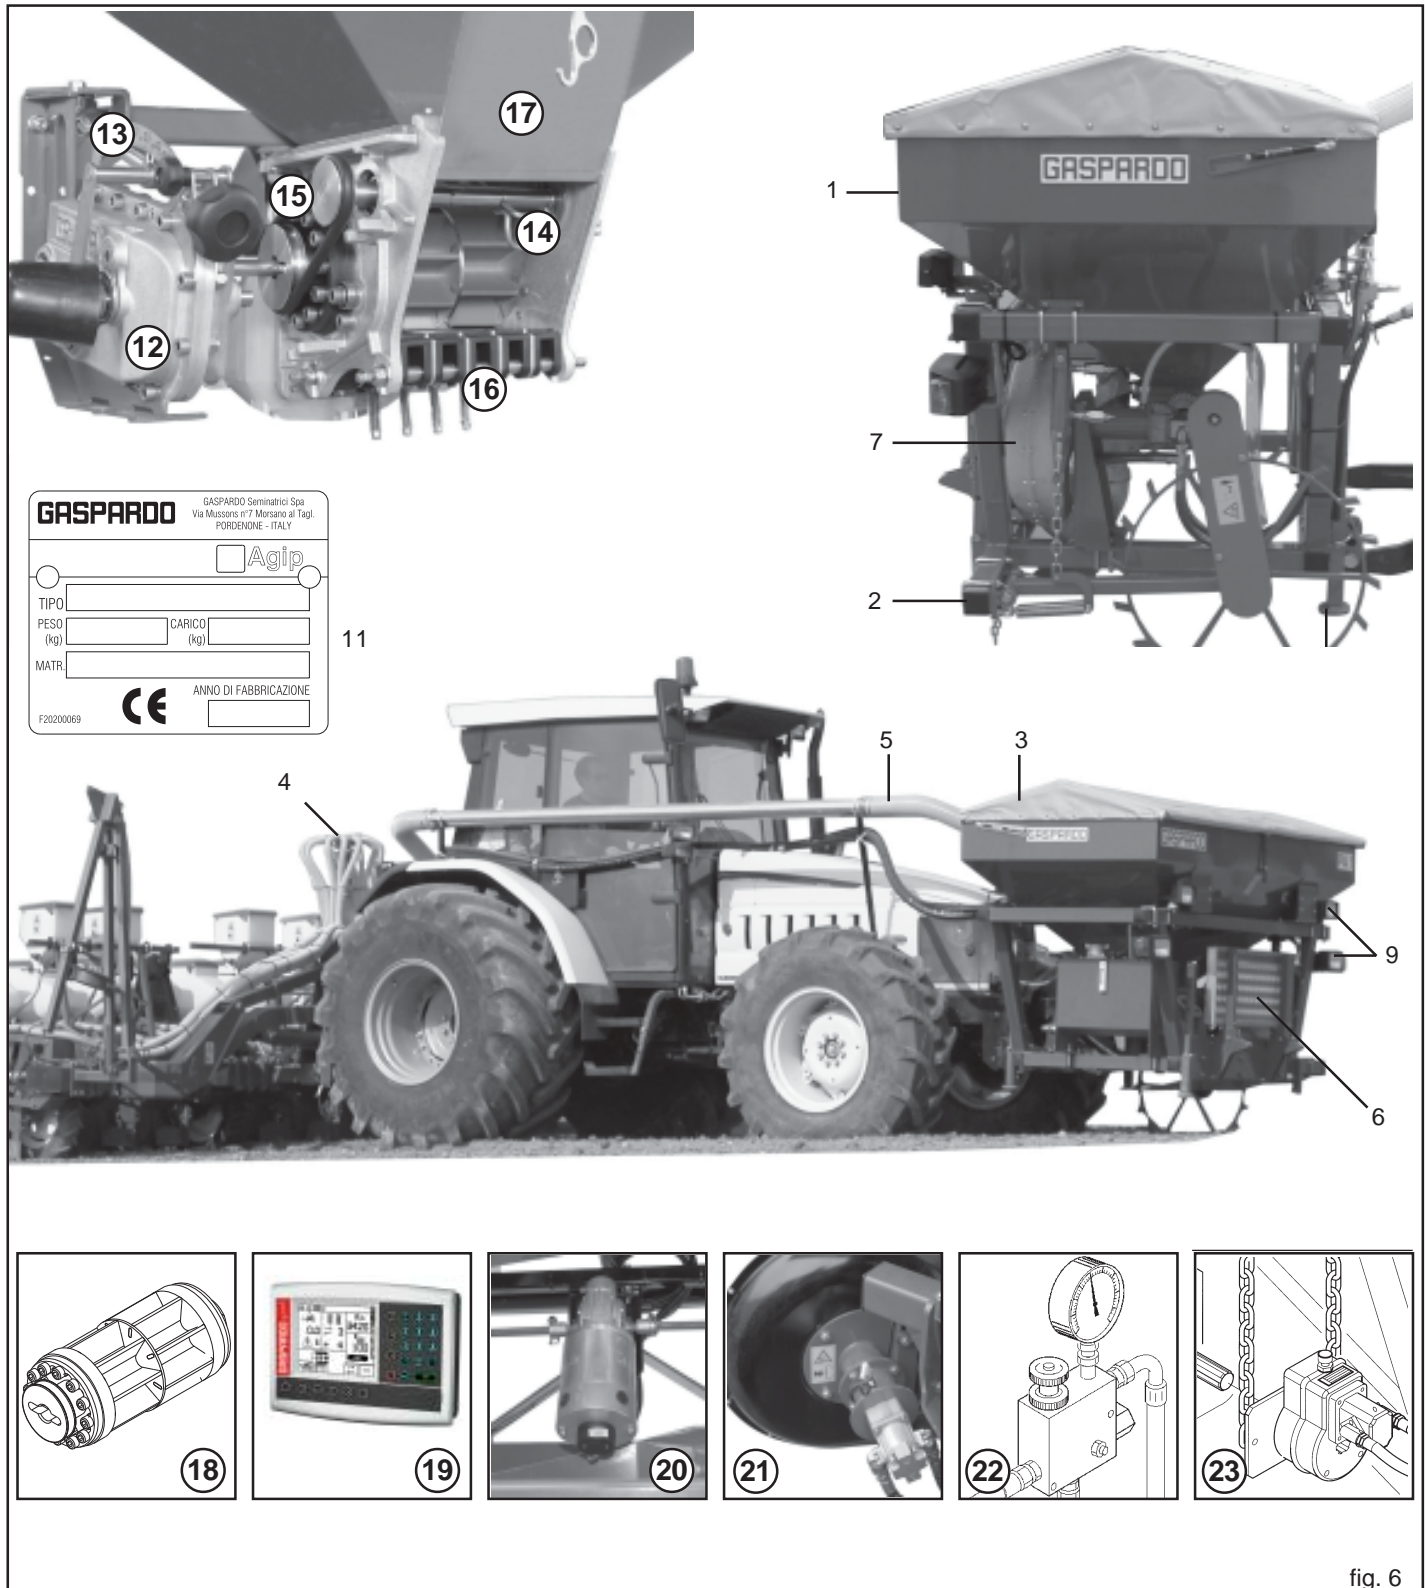

fig. 6
**3.3 DISEGNO COMPLESSIVO (Fig. 6)**